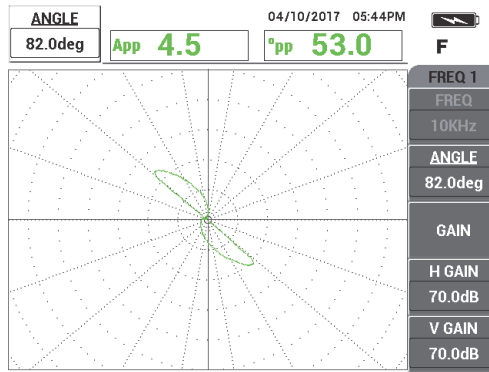

図 5-159 信号の調整
3. 位相キー () を押し、ホールの信号がおよそ 40° の位相になるまで周波数 1 信号 (緑色) を回転させます (243 ページの図 5-159 を参照)。